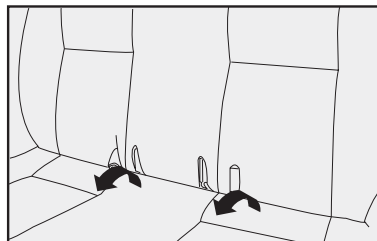

fig. 112
2) Incline el asiento tirando de él hacia delante **flechas-fig. 112**.